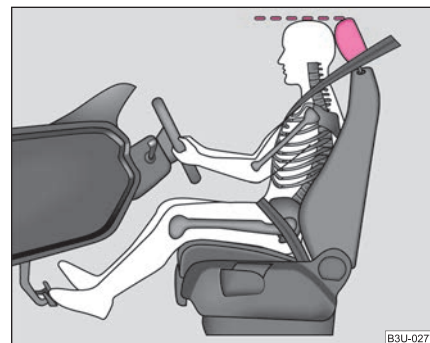

Fig. 137 El ajuste correcto del reposacabezas del conductor
- Ajuste el reposacabezas de tal modo, que el borde superior del mismo se encuentre de ser posible a la misma altura que la parte superior de su cabeza ⇒ **fig. 137**.
- Ajuste el reposacabezas de tal modo, que el borde superior del mismo se encuentre de ser posible a la misma altura que la parte superior de su cabeza ⇒ página 157, fig. 137.
- Ajuste los reposacabezas de tal modo, que el borde superior de los mismos se encuentre de ser posible a la misma altura que la parte superior de la cabeza ⇒ página 157, fig. 137.